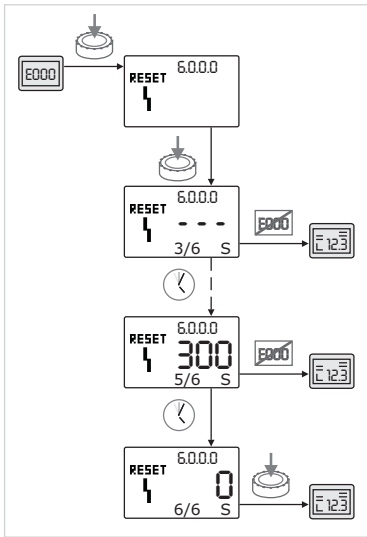

Fig. 61: Potwierdzenie błędu typu C
- Jeżeli wystąpią błędy typu C, w celu potwierdzenia błędu należy postępować w następujący sposób (Fig. 61):